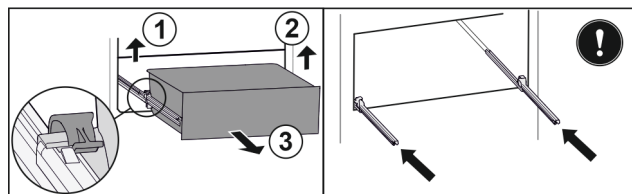

Fig. 119
- ▶ Podnieść lewy zacisk i wysunąć jednocześnie szufladę po lewej do przodu. Fig. 119 (1)
- ▶ Podnieść prawy zacisk i wysunąć jednocześnie szufladę po prawej do przodu. Fig. 119 (2)
- ▶ Wyjąć szufladę do przodu. Fig. 119 (3)